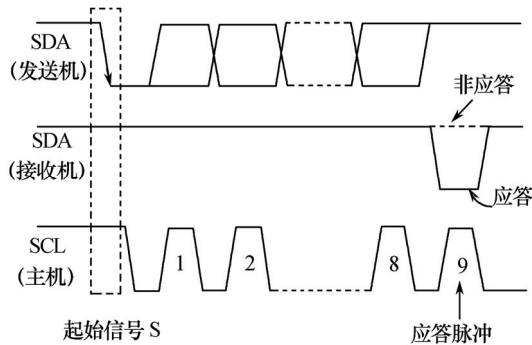

图 8.20 应答时序
应答信号 (A)。应答信号是接收方接收到一字节数据后, 给予发送方的回应, 表示接收正常。 $I^2C$  总线上传送一字节的数据后, 发送方在第 9 个 SCL 脉冲高电平期间, 释放 SDA 线 (高电平), 接收方使该线变为低电平, 作为应答信号。发送方在收到应答信号后, 才能继续进行后续的数据发送。应答时序如图 8.20 所示。